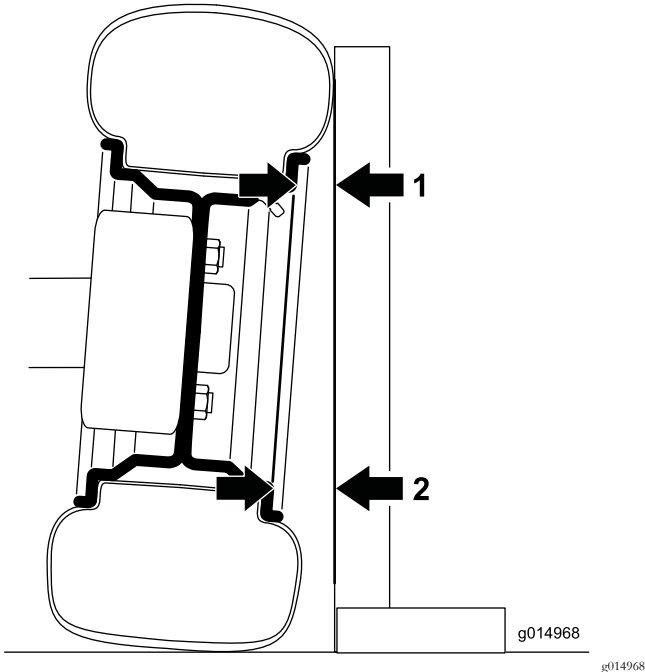

Рисунок 42
1. Чтобы проверить угол развала, установите 90-градусный угольник на полу таким образом, чтобы вертикальная грань касалась лицевой поверхности шины (Рисунок 42).
2. Измерьте от той же части обода в верхней и нижней частях шины до угольника (Рисунок 42).